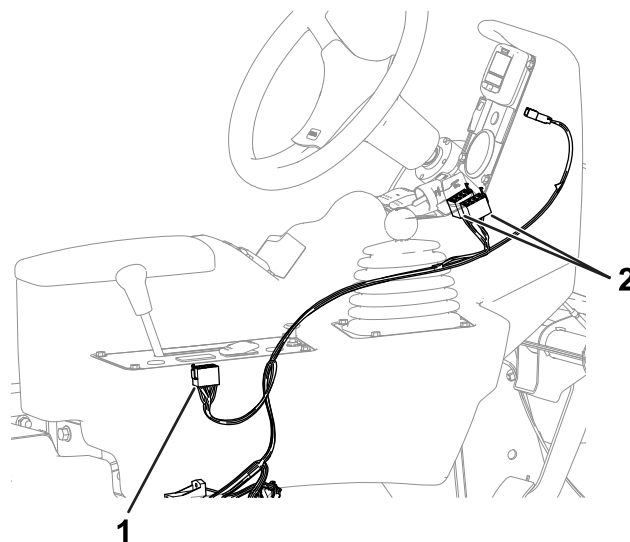

Figura 5
1. Enrute los conectores hembra de 8 vías a través de la consola (Figura 5).